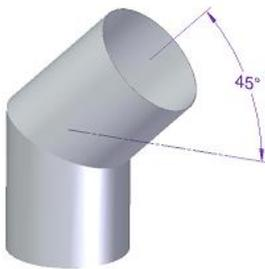
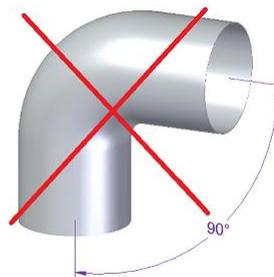

Figura 24 - Inclinación correcta para las curvas
Figura 25 - Inclinación incorrecta para las curvas
* En las condiciones nominales de funcionamiento, el tiro de los gases de combustión debe originar una depresión de 12 Pa un metro por encima de la boca de la chimenea. Para realizar una instalación adecuada, deben instalarse, en vertical, al menos 2 metros de tubo metálico de chimenea con el mismo diámetro que la salida de humos de la estufa. A continuación de esta sección se pueden utilizar conductos con una inclinación máxima de 45°. En las Figura 24 y Figura 25 se muestran, respectivamente, la inclinación correcta e incorrecta en caso de que sea necesario instalar una curva;